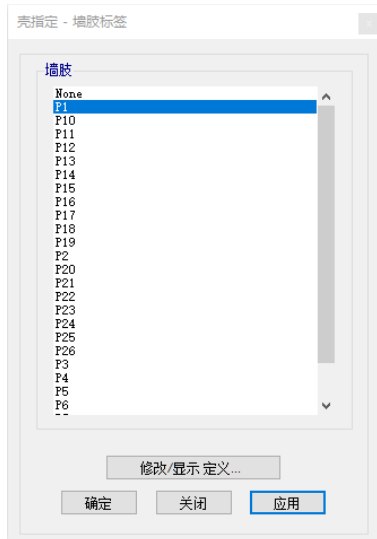

图 7-6 壳指定-墙肢标签对话框
7. 点击菜单**指定>壳>墙肢标签**，弹出**壳指定-墙肢标签**对话框，如图 7-6 所示：